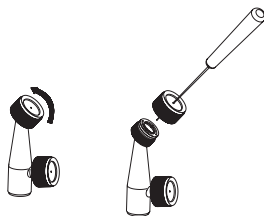

Figure 14
- Poussez un petit fil à travers les trous exposés afin d'éliminer les débris. Puis rincez avec l'eau propre. En référence à la Figure 14.